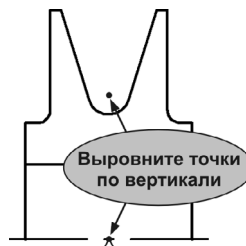

Рис. 64.6.
12. Выводните по вертикали центральную точку большой дуги и фиксированную точку (рис. 64.6).